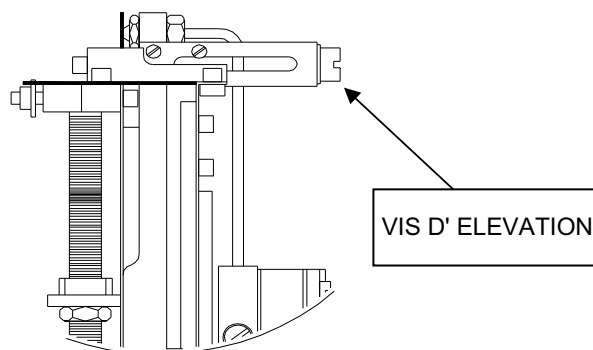

Fig. 4.4 DISPOSITIF D' ELEVATION
En présence d'un réservoir sous pression, il faut raccorder le transmetteur comme dans la Fig. 4.3 en l'équipant d'un dispositif d'élévation (voir Fig.4.4) car, en présence d'un battent liquide ne pouvant être éliminé, le signal de sortie du transmetteur serait différent de 3 psi.
- 2) Remplir de liquide (W).
- 3) Agir sur la vis d'élévation (Fig.4.4) jusqu'à obtenir la sortie de 3 psi du transmetteur.